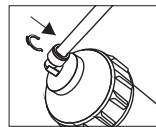

Fig. 9
- 4) Secure the connection clip (Fig. 9).